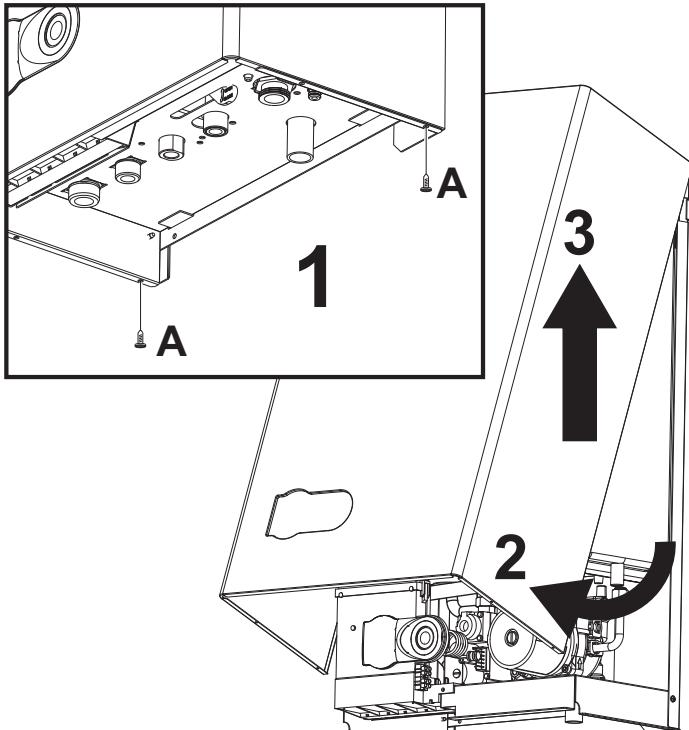

fig. 12 - Deschiderea carcasei
- Deșurubați șuruburile A (vezi fig. 12).
- Rotiți carcasa (vezi fig. 12).